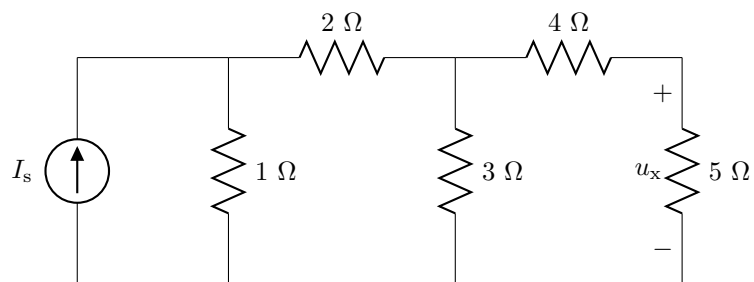

Figura 2.11: Circuito del problema 11.
11. En el circuito de la figura 2.11: a) si  $u_x = 10$  V, halla  $I_s$ ; b) si  $I_s = 50$  A, encuentra  $u_x$ ; c) encuentra la relación  $u_x/I_s$ .